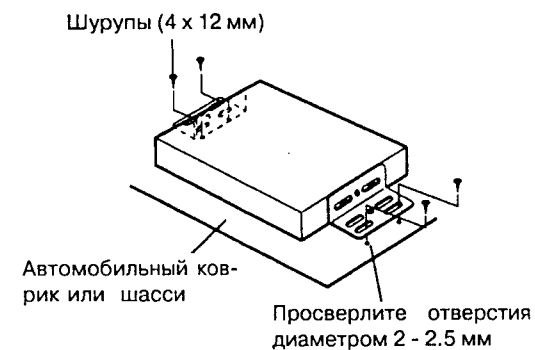

Рис.18
2. Для установки на автомобильный коврик или шасси (Рис. 18)